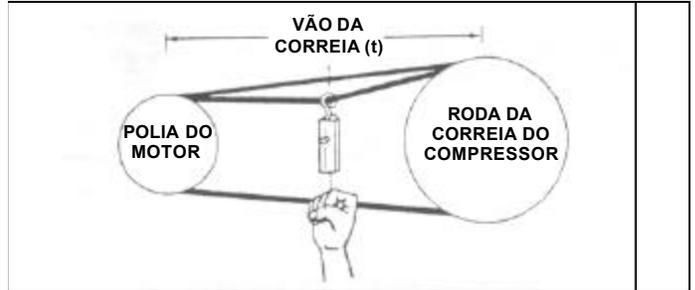

Figura 6-4. Método da balança de mola.
- A. Meça o vão (t) da correia, como mostra a figura 6-4.